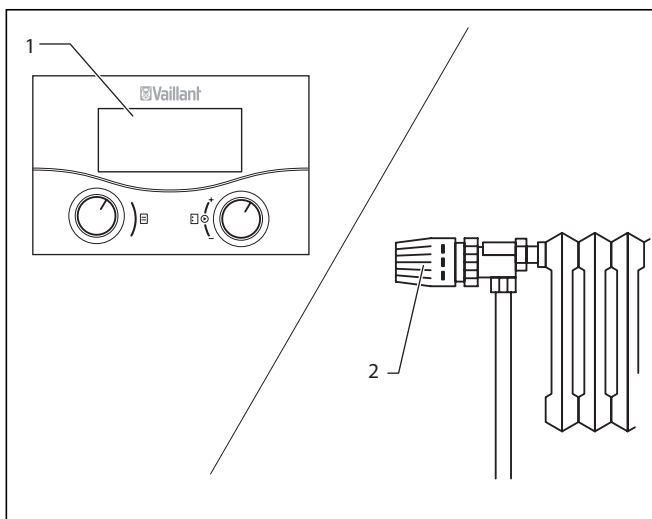

Fig. 6.10 Réglage du thermostat d'ambiance / du régulateur barométrique
- Réglez le thermostat d'ambiance, le régulateur barométrique (1) (Fig.6.10), ainsi que les vannes thermostatiques de radiateur (2) (Fig. 6.10) conformément aux indications fournies dans les notices d'utilisation correspondantes de ces accessoires.